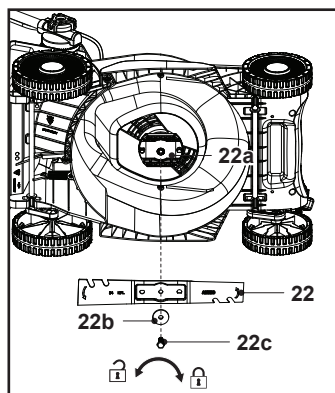

Fig. 22
- Înlocuiește cuțitul (22) cu unul nou de același tip. Verifică mai întâi starea suportului cuțitului (22a) pe ax, apoi fixează cuțitul (22) pe suport (22a) aliniindu-l cu modelele de pe suport, fixează ansamblul cu șaiba plată (22b) și șurubul de montare (22c) și strânge cu mâna.
- Ține bine cuțitul (22) cu o mână protejată cu mănușă rezistentă și/sau cu un băț, strânge șurubul de montare (22c) în sens orar la min. 25 Nm, max. 30 Nm pentru funcționarea în siguranță a produsului (fig. 22).